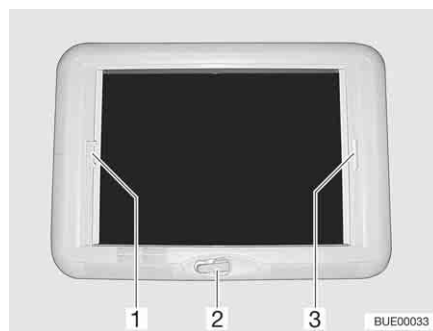

Fig. 92 Claraboya de manivela
Abrir: ■ Girar la manivela (Fig. 92,2) hasta que se note resistencia.
Cerrar: ■ Tirar del asidero (Fig. 92,3) del estor plegable y soltarlo en la posición deseada. El estor plegable se queda fijo en esta posición.
- Tirar del asidero (Fig. 92,1) de la protección contra insectos hacia el asidero opuesto del estor plegable (Fig. 92,3) y hacerlos engatillar.
- Presionar el tirador de la protección contra insectos (Fig. 92,1) por la parte de atrás hacia arriba y desengancharla del estor plegable (Fig. 92,3).